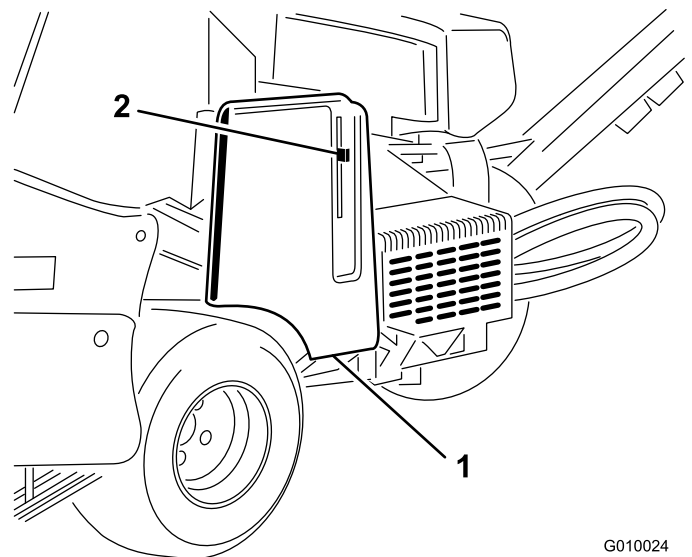

Figura 6
1. Localize o furo na cobertura da correia junto da alavanca de bloqueio (Figura 6 e Figura 7).